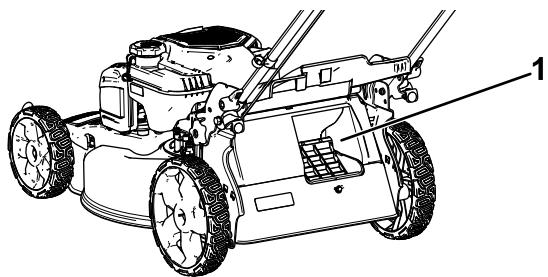

図 17
**重要**適切に集草が行われるように、レバーの位置を変える前には、エンジンを止め、可動部が完全に停止するのを待ち、その後に、バッグ・オン・デマンド・ドアやその他の開口部にたまっている刈りかすやごみを完全に取り除いてください図 17。